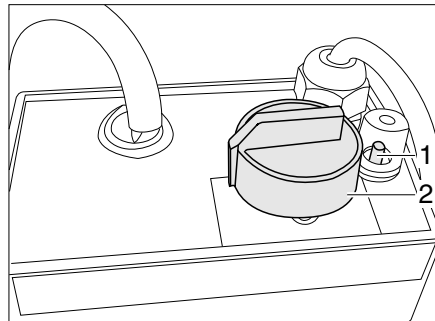

Bild 117 Regler für elektrische Fußbodenerwärmung
- Den Drehregler (Bild 117,2) auf die gewünschte Heizstufe drehen.
- Den Drehregler (Bild 117,2) auf Stellung "0" drehen.
Wenn der Regler überlastet wird, spricht der Überlastungsschutz an. Der Stift (Bild 117,1) springt heraus.
- Den Stift (Bild 117,1) am Überlastungsschutz eindrücken, wenn der Regler abgekühlt ist.